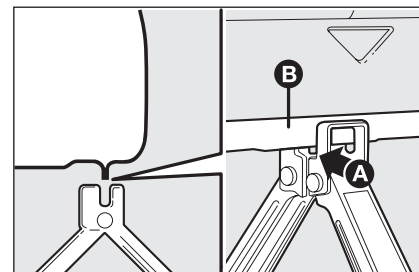

fig. 9
- actionner le cric de façon à le détendre jusqu'à ce que la rainure **A-fig. 9** du cric s'introduise correctement sur le profile inférieur **B** obtenu sur le longeron;